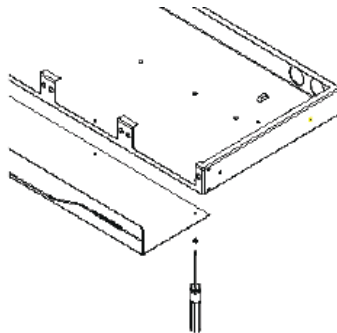

Figura 2. Montaje del soporte frontal
5.1. Con un destornillador tipo Phillips, montar o soporte frontal en la bandeja interna (figura 2) utilizando tornillos Phillips M3 con cabeza chata.